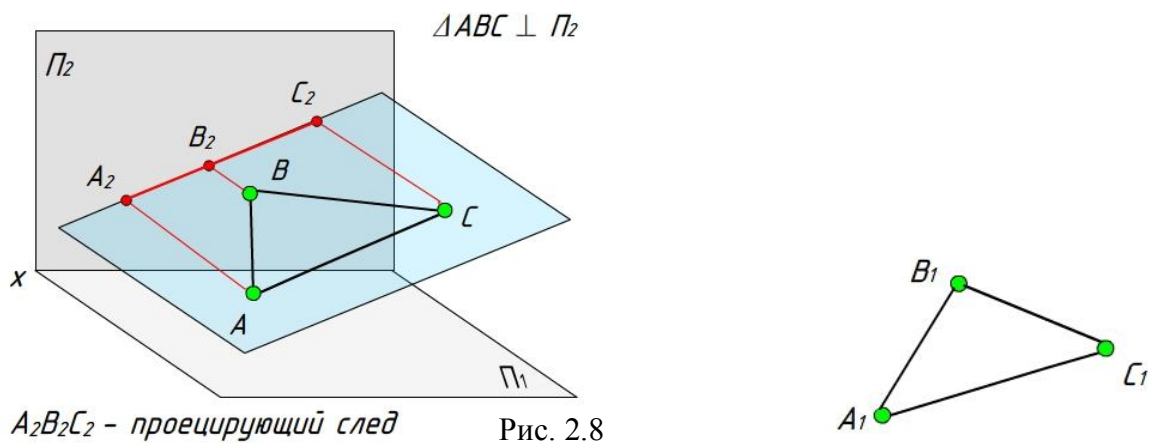

Рис. 2.8
1.2. Фронтально проецирующая _____ (рис. 2.8).